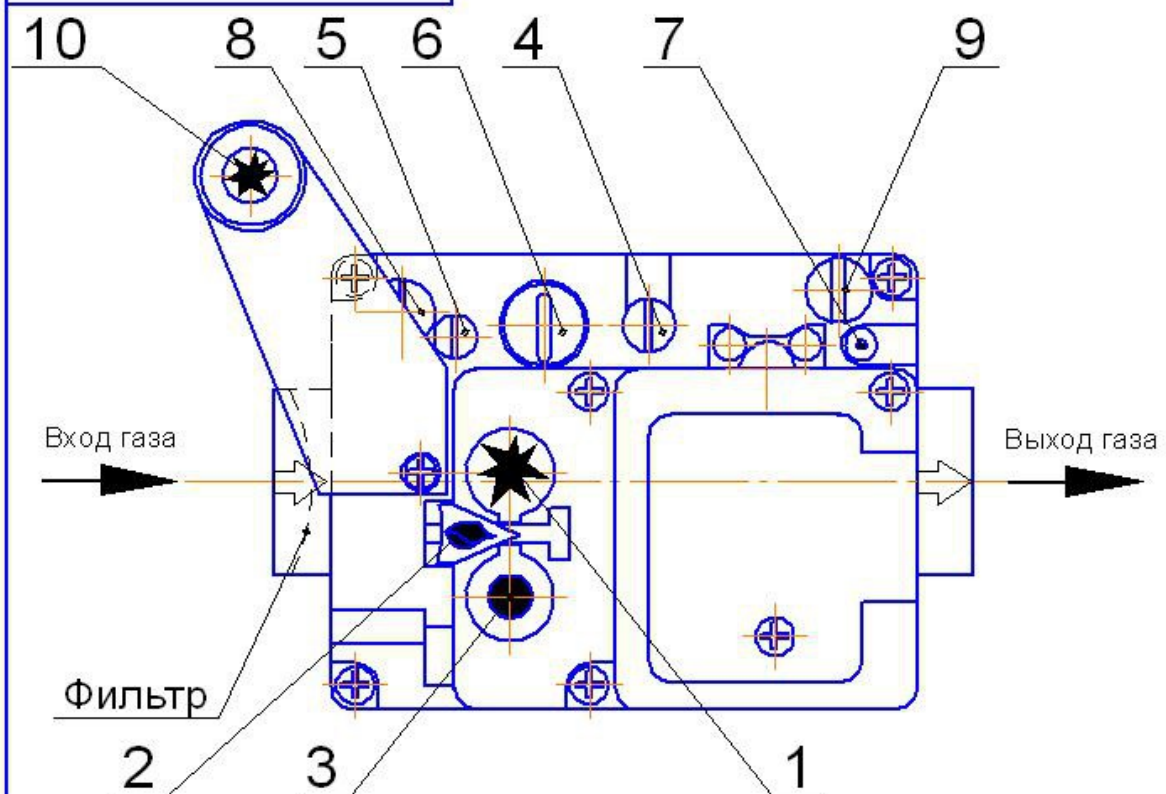

Рис.5 Элементы управления газовым клапаном. Вид сверху.
6.3.5 Нажмите кнопку «\*» (п.1 рис.5) и удерживайте её полностью нажатой – проход газа к запальной (пилотной) горелке открывается. Не отпуская кнопку «\*», нажмите кнопку пьезовоспламенителя 10 до щелчка. Контролируйте розжиг запальной горелки через смотровое отверстие щитка.
6.3.8 Для включения основной газовой горелки нажмите поперечную кнопку « » (поз. 2, рис. 5).
6.7 Для полного выключения котла нажмите кнопку «●» (поз.3 рис.5) полностью. Отпустите кнопку. При этом кнопки «●» и «\*» фиксируются в нижнем положении. Когда ток, вырабатываемый термопарой, перестанет быть достаточным для удержания магнитного блока притянутым, кнопки «●» и «\*» освобождаются, и переходят в верхнее положение. Теперь имеется возможность выполнить повторный розжиг. Если в этом нет необходимости, выключите тумблер «СЕТЬ» и закройте газовый кран перед котлом.